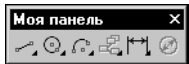

Рис. 49.8.
11. Поместите на панели кнопки простановки линейных и диаметральных размеров из категории **Размеры** (рис. 49.8).